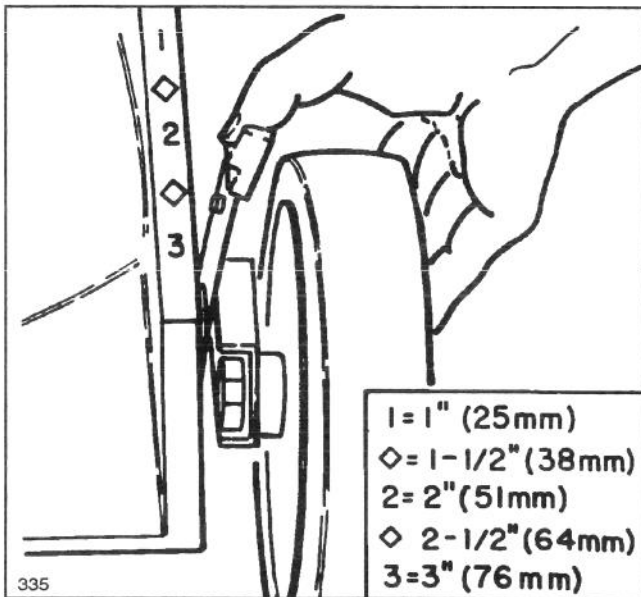

Abbildung 9
2. Zur leichteren Einstellung Mähgehäuse anheben, damit das Rad keinen Bodenkontakt mehr hat. Dabei nicht mit der Hand unter das Gehäuse greifen. Drücken Sie den Schnitthöhen-Einstellungshebel zum Rad hin (Abb. 9), und stellen Sie die gewünschte Schnitthöhe ein. Stellen Sie sicher, daß der Stift des Einstellhebels in die Kerbe am Gehäuse einrastet. Stellen Sie alle Räder auf die gleiche Höhe ein.